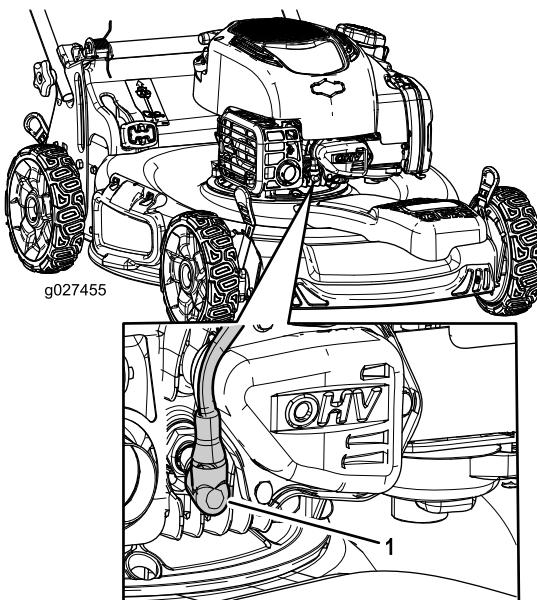

Figura 29
- Desconecte el cable de la bujía (Figura 29).